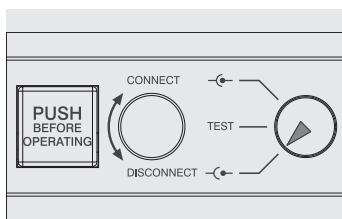

Figure 96
- disjoncteur en position débroché (voir Figure 96)